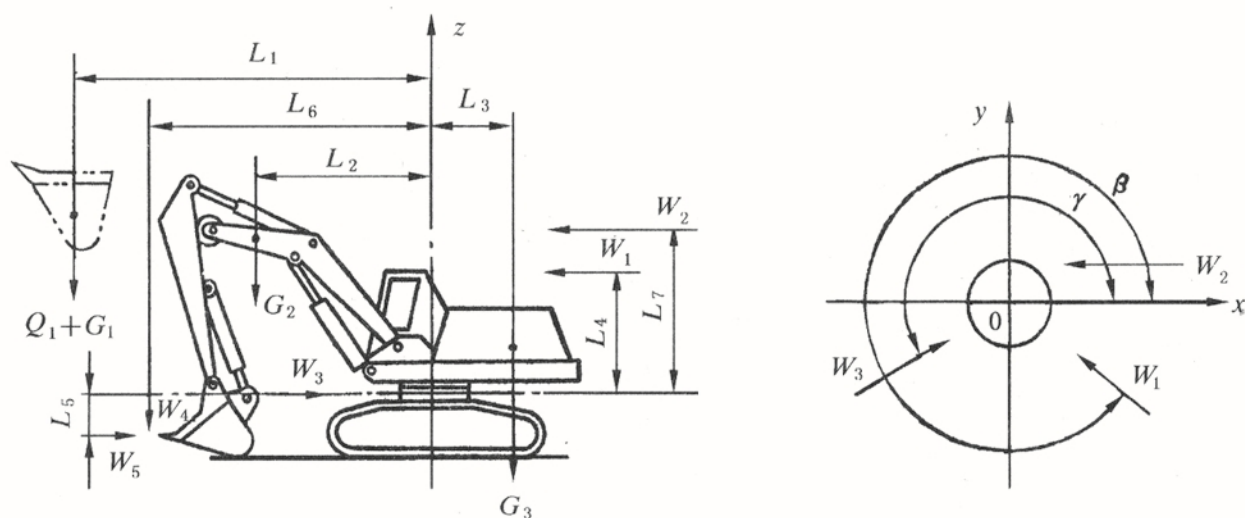

图2 挖掘机计算简图
2、挖掘机 (见图2) Excavator(see figure 2)